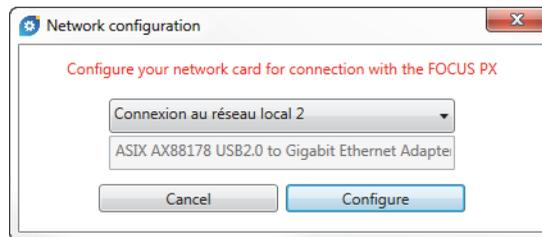

Figura 1-17 Caixa de diálogo de configuração de rede
3. Na caixa de diálogo **Configuração de rede**, selecione a placa de rede que será usada para se comunicar com a unidade FOCUS PX e clique em **Configurar** (Figura 1-17 na página 38).